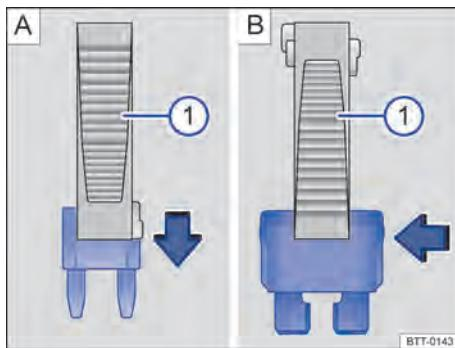

Fig. 167 Remover ou instalar um fusível com a garra da pinça de plástico (1).
- Se necessário, retirar a pinça de plástico → Fig. 167 ① da cobertura da caixa de fusíveis.
- Em caso de *fusíveis pequenos*, encaixar a garra ① por cima → Fig. 167 A.
- Em caso de *fusíveis maiores*, empurrar a garra ① lateralmente sobre o fusível → Fig. 167 B.
- Caso o fusível esteja queimado, substituir o fusível por um novo da *mesma* intensidade de corrente (mesma cor e inscrição) e do *mesmo* tamanho → ①.